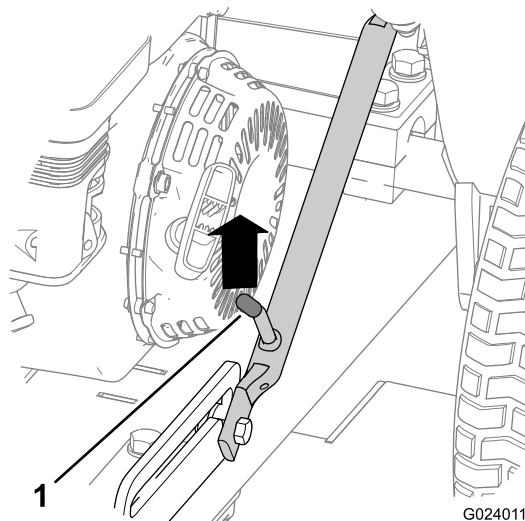

図 17
1. ラッチレバーがスライドディテントから外れるまで、ヒッチアセンブリを押し上げる 図 17。
5. ヒッチを上げて 図 22、ラッチのレバーをスライドディテントにロックする 図 17。